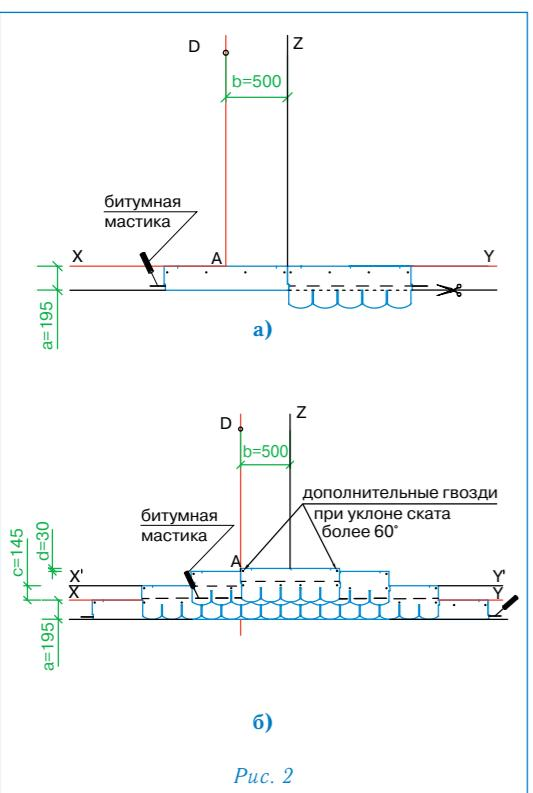

Рис. 2
#### Укладка материала (рис. 2)
- Начальный ряд формируется из листов черепицы АНТИК ПРАГА обрезанных по линии, образованной конечными точками вырезов. Полученные таким образом полосы шириной 19,5 см укладываются по линии карниза в обе стороны от линии Z (рис. 2а) и фиксируются по нижнему краю битумной мастики, а по верхней кромке 4 гвоздями (ось гвоздей на 5 см ниже верхнего края полосы);
- далее первый ряд черепицы укладывается от линии Z (со смещением 50 см от AD) (рис. 2б);
- второй ряд укладывается от линии Z (со смещением 50 см от AD) (рис. 2б);